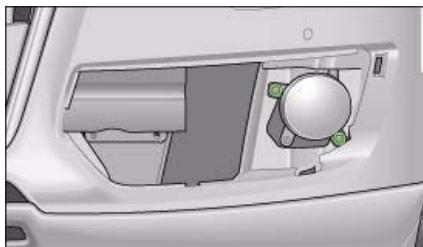

Fig. 257 Tornillos de fijación del faro antiniebla
- Quite los tornillos de fijación ⇒ página 278, fig. 257 y saque el faro antiniebla del parachoques.